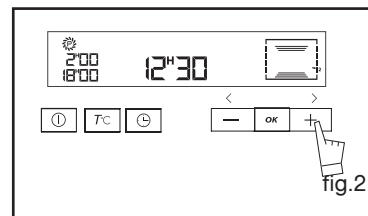

fig.2
- Tryk på knappen + eller - for at indstille den ønskede sluttid (fig.2).